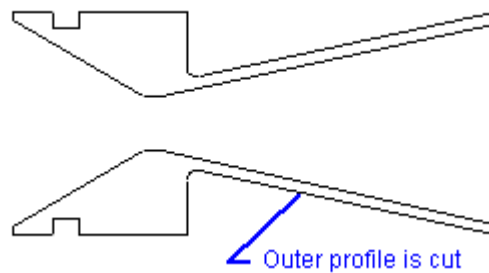

Figura 11 Torneado del perfil exterior del cono divergente
- 9 Una vez que los perfiles interiores han sido mecanizados, lo peor ya ha pasado. ¡Es hora de celebrarlo, a partir de ahora el camino es mucho más fácil! El último paso de la operación de torneado es realizar el **perfil externo** del cono divergente, tal como se muestra en la Figura 11.